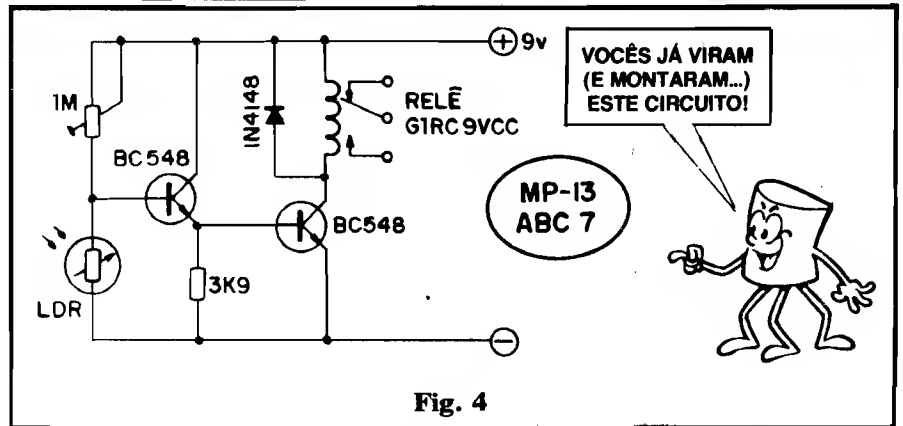
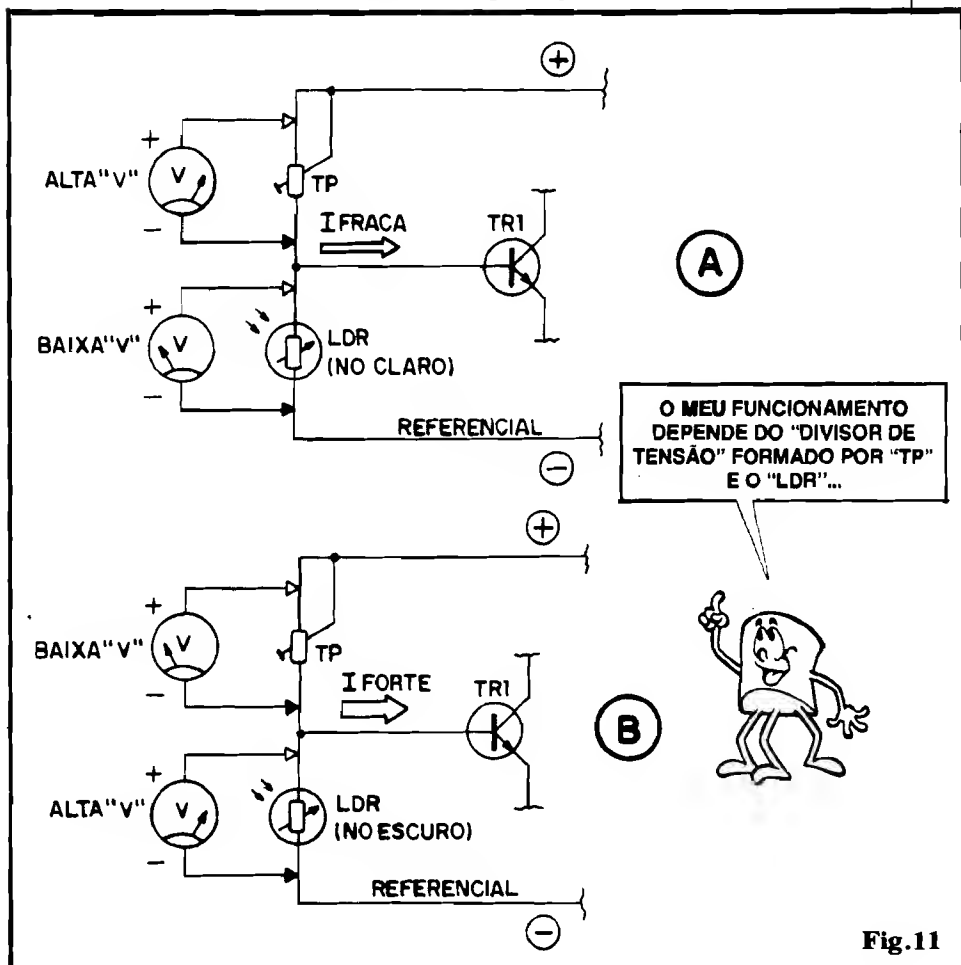

Fig. 4
Fig.11
- **FIG. 4 - UM CIRCUITO/EXEMPLO** - Para usarmos como base uma configuração já vista pelo Leitor/“Aluno”, vamos recorrer ao esquema da **BARREIRA ÓTICA DE SEGURANÇA**, originalmente mostrado na Seção de Prática da “Aula” nº 7. Trata-se de um circuito simples, porém funcional, em cujo arranjo final um feixe luminoso é focalizado sobre o LDR... Enquanto tal situação permanecer, o relê final fica desenergizado. No instante, porém, que um passageiro “romper” a barreira representada pelo feixe luminoso, o momentâneo obscurecimento do LDR será “sentido” pelo circuito, que energizará imediatamente (e momentaneamente...) o relê, através de cujos contatos podemos comandar cargas “pesadas” (luzes de aviso, campainhas, alarmes, etc.).
- FIG. 11 - VERIFICANDO UM CIRCUITO, QUANTO ÀS TENSÕES - Assim como fizemos no circuito/exemplo da fig. 4, quanto às Correntes, podemos
também analisá-lo (e a qualquer outro arranjo...) quanto às Tensões, tirando das medições assim realizadas, **importantes** conclusões! Vejamos o bloco inicial do tal circuito, formado basicamente pelo **trim-pot** TP, o LDR e o primeiro transistor (TR1)... Para um dado e fixo ajuste no **trim-pot**, se o LDR estiver recebendo **muita luz** (apresentando, como vimos em "Aula" anterior, um valor resistivo **BAIXO**...), mediremos entre os terminais do dito LDR uma Tensão V "baixa", e entre os terminais de TP uma Tensão V "alta"... "Sobrar", então, sobre o LDR, um "degrau" de Tensão muito baixo, promovendo uma Corrente de **base** também fraca para TR1! Essa condição é vista em diagrama 11-A. Já em 11-B temos uma condição diversa: agora, com o LDR "no escuro", sua Resistência se eleva, com o que um VOLTÍMETRO "veria" uma Tensão "alta" entre os terminais desse componente, e uma Tensão "baixa" entre os terminais de TP. Com isso fica disponível para a **base** de TR1 uma diferença de potencial elevada, capaz de promover uma Corrente de **base** também "forte"! Analisem tais circunstâncias em conjunto com o "esquema" geral da fig. 4 e tirem suas conclusões...
Observando, analisando e tirando suas conclusões dos temas mostrados nas figs. 11 e 12, mais a organização do circuito (fig. 4), o Leitor/"Aluno" entenderá cada vez mais sobre o próprio funcionamento do dito circuito e também compreenderá a importância das avaliações das Tensões na análise de